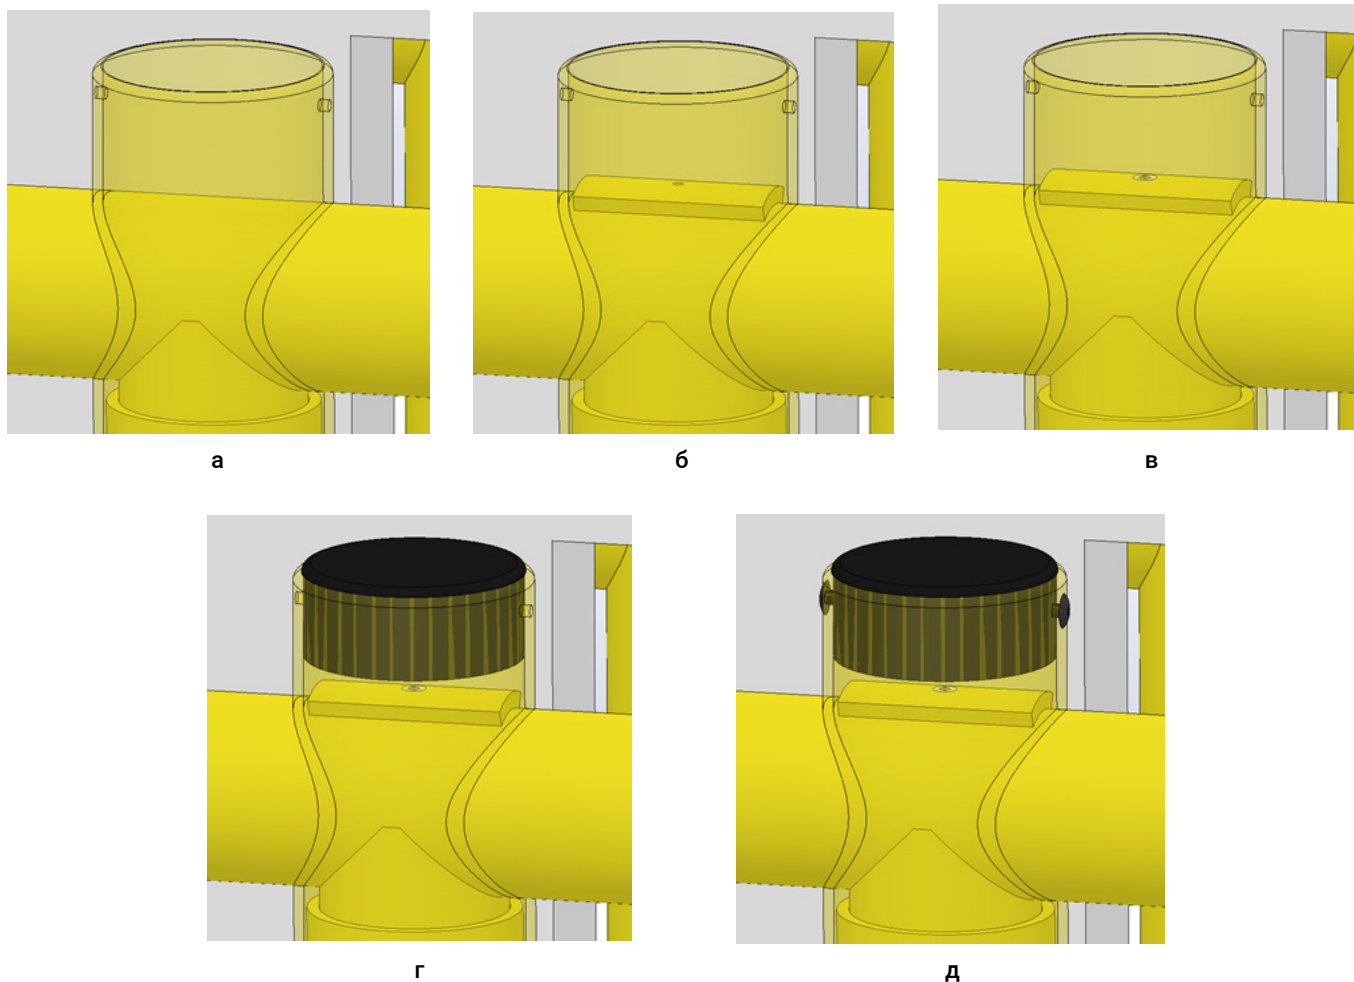

Рисунок 8. Фиксация верхушки столба на перемычке и установка крышки.
- 6.1. Уложить в верхушку столба фиксатор столба в перекладине (рис.2.11), как показано на рис. 8.а – 8.б.
- 6.3. Вкрутите винт М8х30 в полученное отверстие (рис. 8.в).
- 6.4. Вставить крышки столба (рис. 2.10), как показано на рис. 8.г.
- 6.5. Просверлить 7 мм отверстия на расстоянии 20 мм от торца столба (рис. 8.г) и забить клипсы.